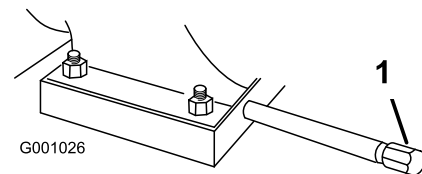

Figure 44
1. Nettoyez la surface autour du bouchon de vidange d'huile (Figure 44).